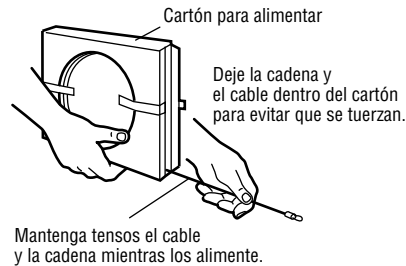

Figura 1
1. Sacar el cable de la caja y sujetarlo al carro con un enlace maestro de la caja de los accesorios (Figura 1).
4. Utilizar el segundo eslabón maestro para conectar la cadena al extremo plano del eje con rosca (Figura 1). **Comprobar y asegurarse que la cadena no esté torcida.**